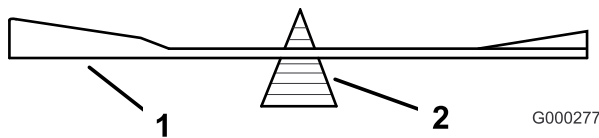
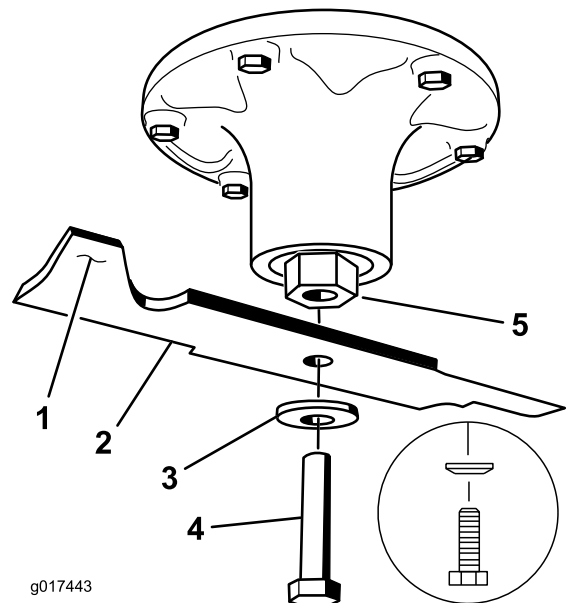

図 78
図 79
2. ブレード・ balanサー（図 78）を使ってバランスを調べる。ブレードが水平に停止すればバランスがとれているからそのまま使用してよい。もし傾くようなら、重い方の裏面を少し削って調整する（図 79）。バランスがとれるまで調整する。
2. ブレード、スプリングディスク、ブレードボルトを取り付ける。スプリングディスクは、円錐部をボルトの頭に向けて取り付ける（図 79）。各ブレードボルトを85～110ft. -lb（115～150Nm = 11.8～15.2kg. m）にトルク締めする。